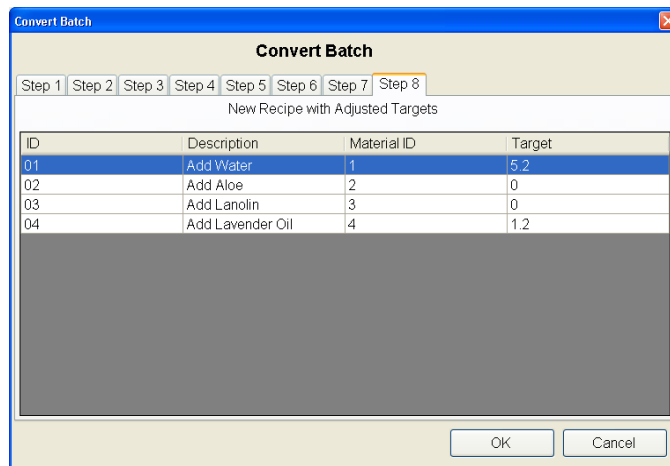
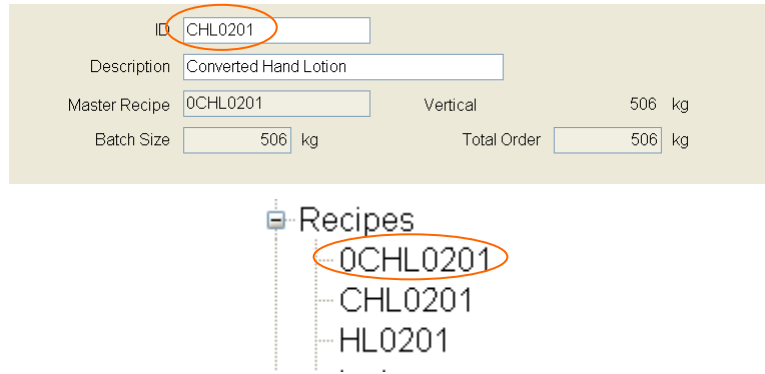

Figura 12-7: Lote convertido mostrando los nuevos valores objetivo
Figura 12-8: Pantalla de la BatchTool 780 y el terminal mostrando un lote convertido
7. Cuando se selecciona OK, la función Convertir lote vuelve a calcular el peso objetivo para la receta con base en los datos ingresados y muestra los nuevos valores objetivo, como se muestra en la Figura 12-7. Es importante revisar esta pantalla para asegurar que los nuevos pesos objetivo sean correctos antes de proceder.
8. Como muestra la Figura 12-7, Convertir ha calculado que se deben agregar 5.2 kg de agua y 1.2 kg de aceite de lavanda al lote para cumplir con los requerimientos determinados mediante el análisis de laboratorio.
9. Observe que cuando seleccione OK en la pantalla que se muestra en la Figura 12-7, el sistema creará automáticamente una copia de la receta con todos los cambios de la conversión aplicados. Esta receta puede identificarse fácilmente en BatchTool, ya que el sistema asigna un 0 (cero) extra al principio del nombre de la receta. La Figura 12-8 muestra un ejemplo.